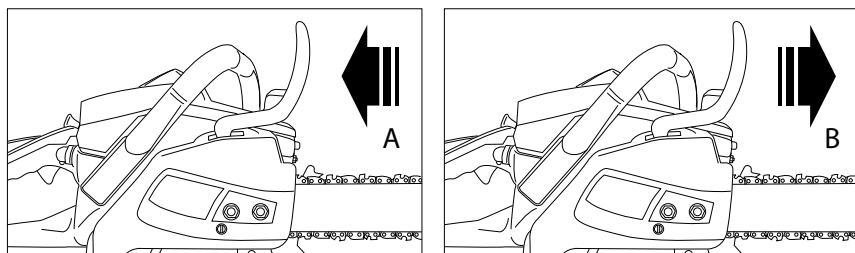

Fig. 12
1. El freno está desactivado (la cadena se puede mover) cuando el escudo del freno se retira (A) (fig. 12).
2. El freno está activado (la cadena no se puede mover) cuando el escudo del freno se dirige hacia adelante (B). En este caso, la cadena no debe moverse sobre la barra (fig. 12).